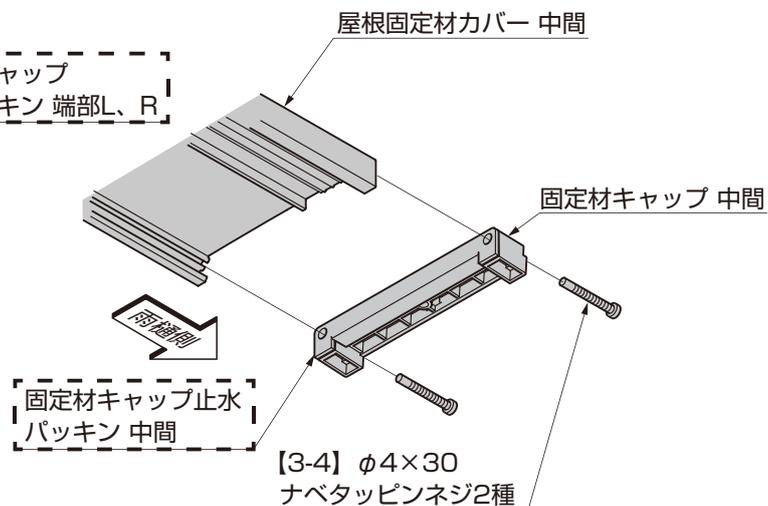

図9-11 中間部
- ② 固定材キャップ 中間を屋根固定材カバー 中間の雨樋側に【3-4】で取付けてください。(図9-11参照)
(4) キャップ止水パッキンAの貼付け